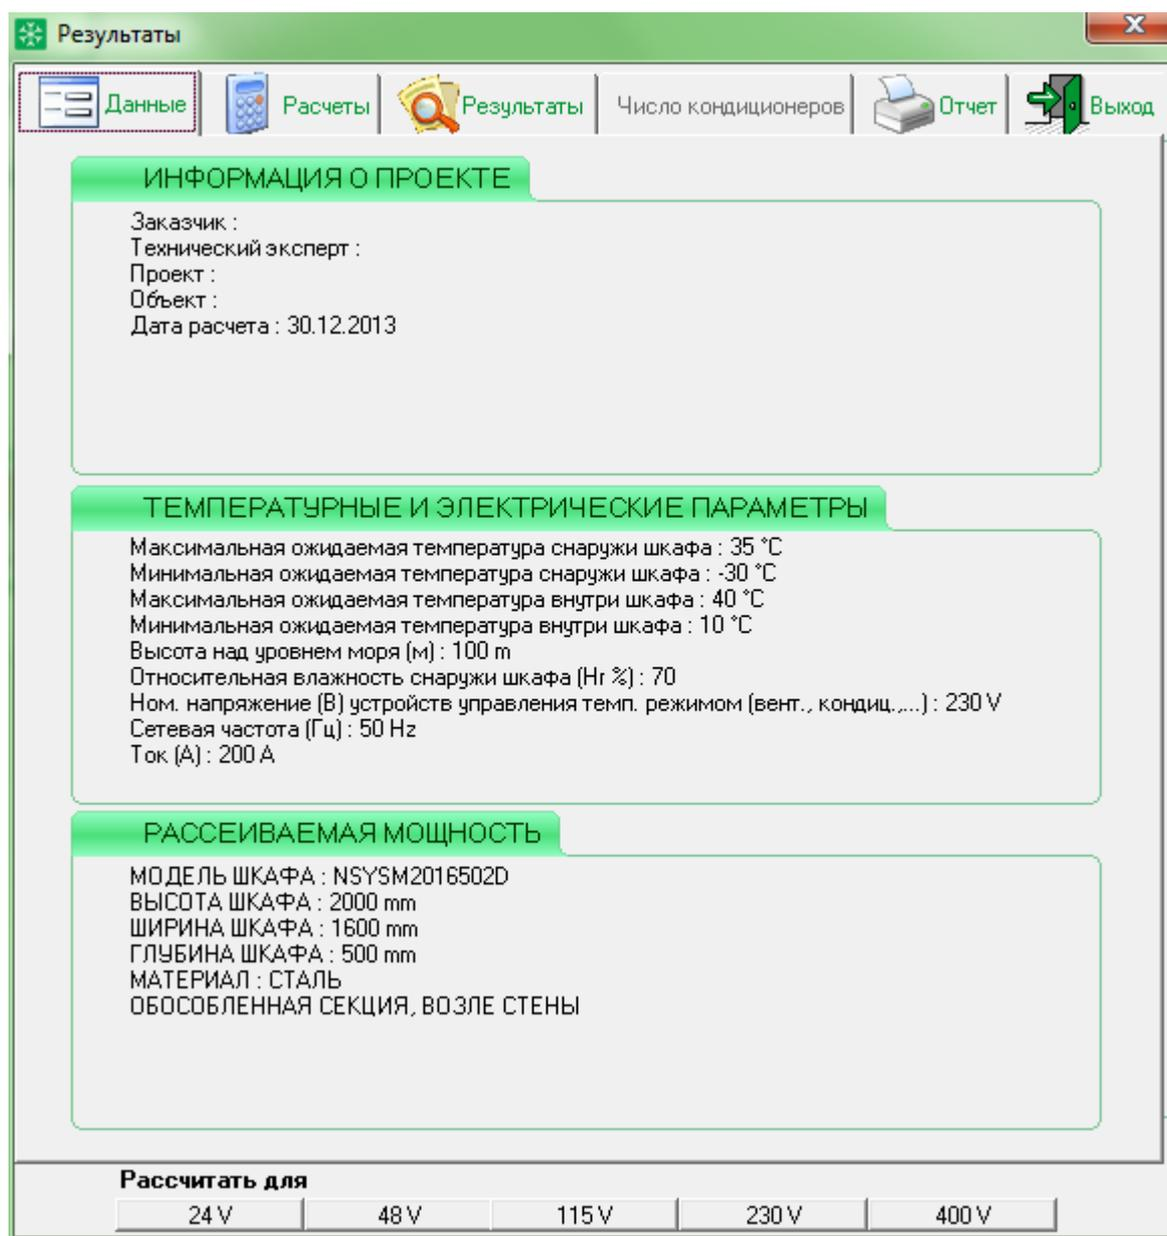

Рис. 31
1.	Данные Здесь отображается информация, введенная на предыдущих закладках: Информация о проекте, Температурные и Электрические параметры, Рассеиваемая мощность (см. Рис. 31).